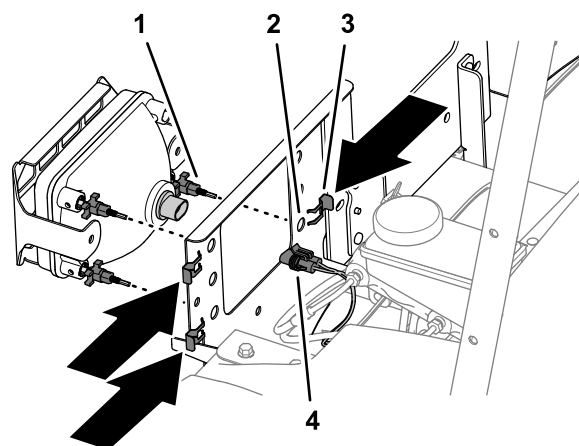

Bild 46
6. Schließen Sie den 2-Buchsen-Stecker des Maschinenkabelbaums am 2-Stift-Stecker hinten am Scheinwerfer an (Bild 46).